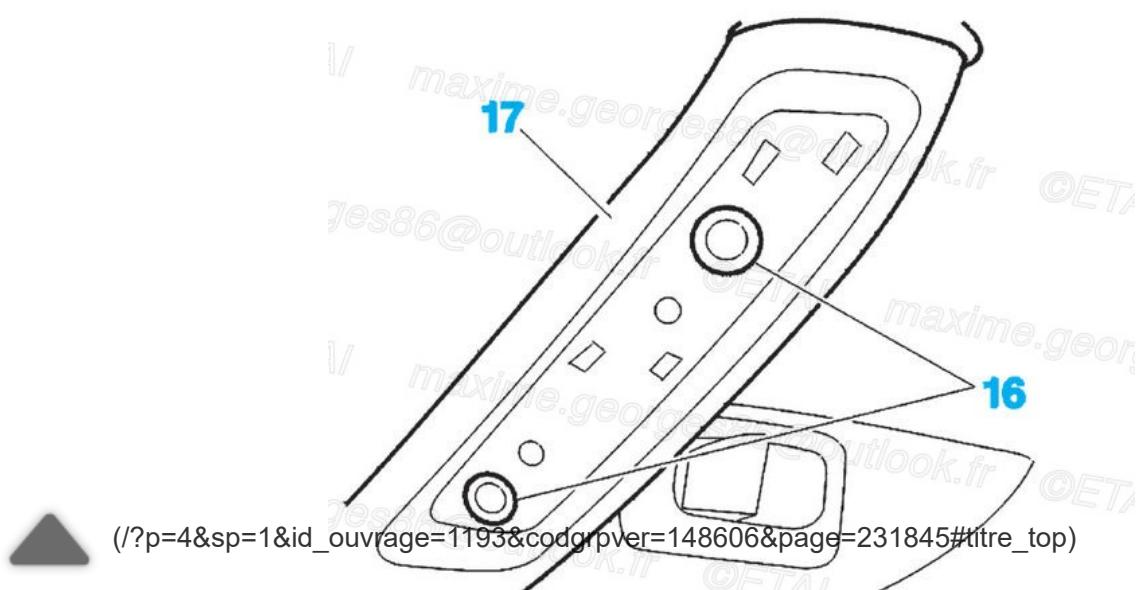

Fig.54
- les vis (16) (**Fig.54**) (/media/LEA/CAR\_LEA\_463/RTA714A-011-054X.jpg)
- la poignée de maintien (17)